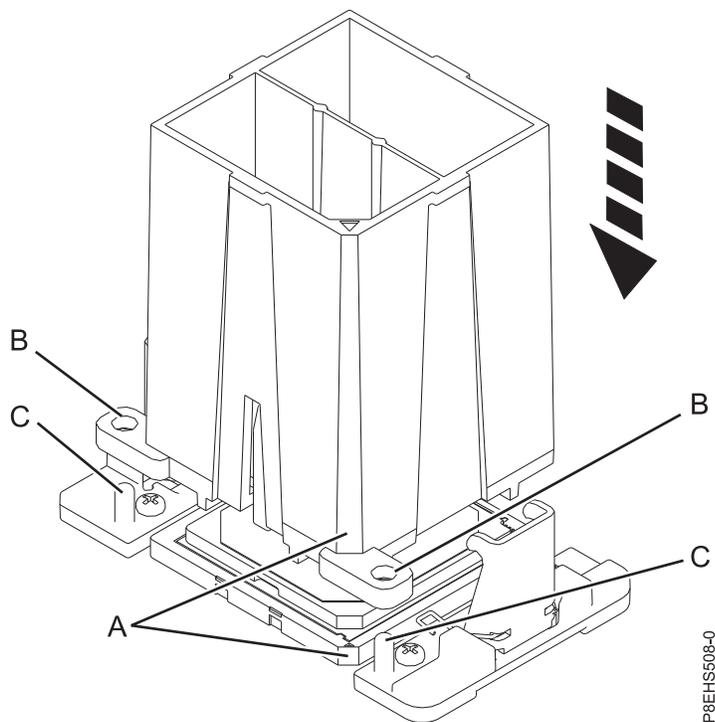

Figura 92. Cómo bajar la herramienta de extracción en el módulo del procesador del sistema
- a. Utilizando la herramienta de extracción suministrada (número de pieza 01AF101), alinee la esquina biselada (**A**) de la herramienta sobre la esquina biselada del módulo del procesador del sistema tal como se muestra en Figura 92 en la página 92.